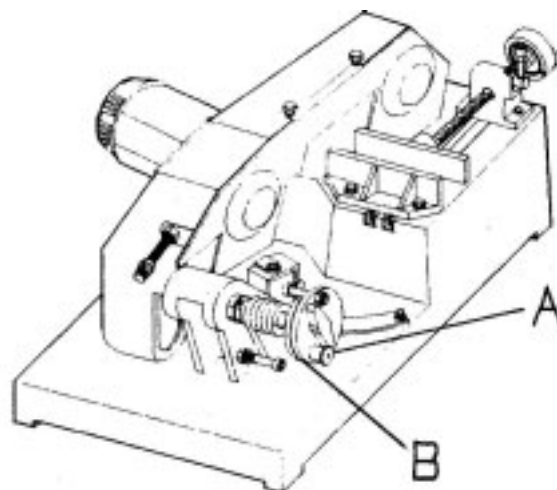

Fig. 3
1. Libérez la goupille d'arrêt en tirant légèrement le bouton (A) de la Fig. 3.
2. Tournez le volant (B) vers le bouton et stoppez sur le repère M. Laissez la goupille d'arrêt coulisser dans la rainure. La vitesse d'avance est réglée pour la coupe de tube métallique épais.